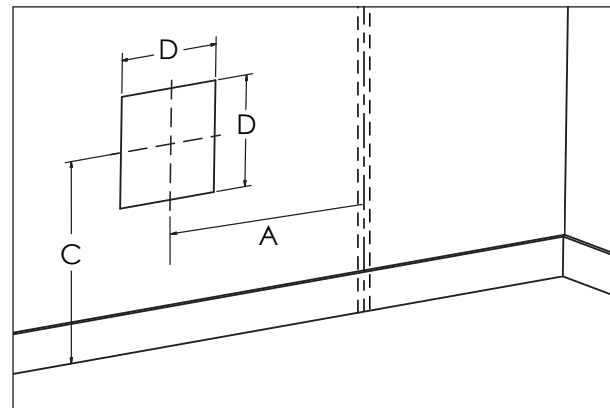

Figure 16
2. En tenant compte des dégagements minimaux mentionnés dans le tableau 2, repérez le montant mural le plus proche (qui servira à maintenir l'appareil) et marquez le centre du trou carré à une distance « A », (si le montant mural est à droite), ou « B », (si le plot est à gauche)(voir tableau 2 et figures 16 et 17). Remarque: Utilisez l'écran thermique pour maintenir le support en place lors du marquage des